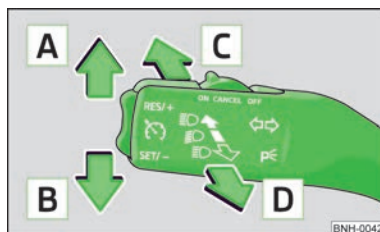

Fig. 21
- » Tirar de la palanca del intermitente » fig. 21 de la página 36 hacia el volante y, al mismo tiempo, desplazar hacia abajo y mantener en esta posición.
- » Tirar de la palanca del intermitente » fig. 21 de la página 36 hacia el volante y, al mismo tiempo, desplazar hacia arriba y mantener en esta posición.
- Presionar la palanca » fig. 21 hacia arriba **A** o hacia abajo **B**.
- Empujar la palanca » fig. 21 hacia delante en la dirección de la flecha **C**.
- Tirar de la palanca » fig. 21 hacia el volante (posición de suspensión elástica) en la dirección de la flecha **D**.
- Presionar la palanca de intermitentes » fig. 21 de la página 36 hacia arriba o hacia abajo; se conectará la luz de posición en el lado derecho o izquierdo del vehículo.